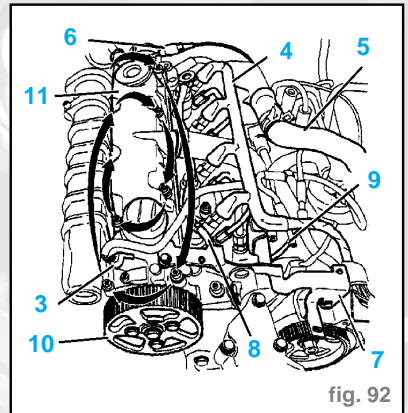

fig. 92
- Débrancher le capteur (3) (fig. 92).
- faisceau électrique (4)
- le tuyau (5)
- le tuyau de dépression (6) de l'assistance de freinage